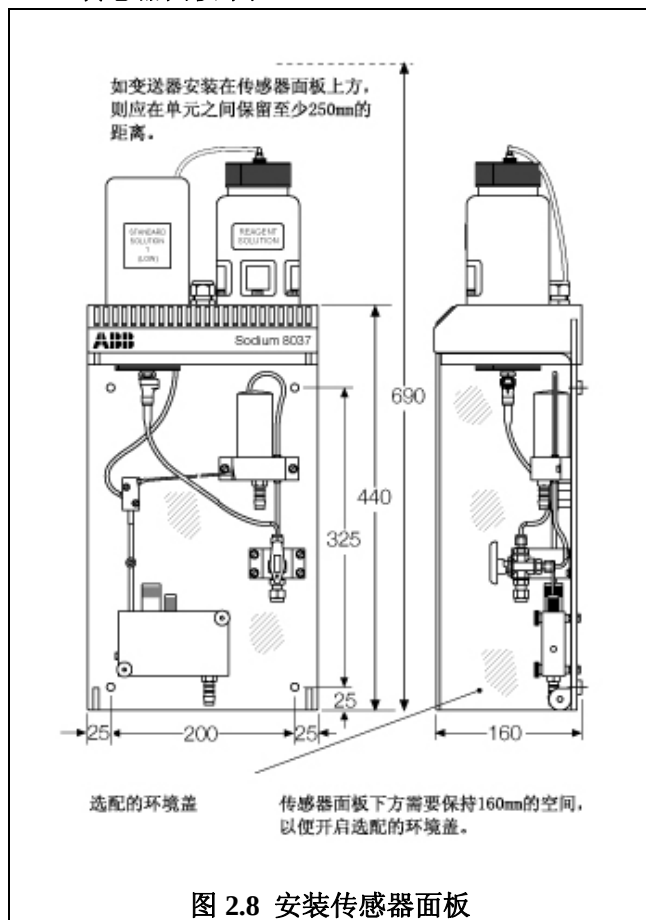

图 2.8 安装传感器面板
2.1.2 传感器面板-图2.8
2.3 传感器面板-图 2.8